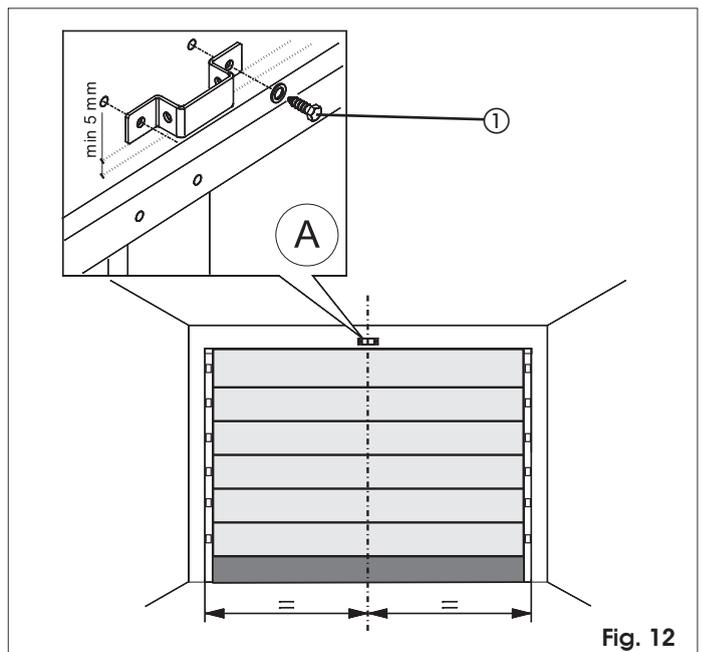

Fig. 12
- 1) Auf dem Sturz eine Linie anzeichnen, die mit der vertikalen Mittellinie des Tors übereinstimmt (Abb. 12).
- 3) Den Fixierbügel der vorderen Befestigung positionieren, wobei die Unterkante mindestens 5 mm über der Stelle, an der sich die Linien überschneiden, liegen und zur vertikalen Linie zentriert sein muss (Abb. 12). Für die korrekte Positionierung des Bügels zum Befestigungspunkt am Tor wird auf den Abschnitt 7.2 verwiesen.
- 5) Bohren und mit den Schrauben montieren (Bez ① Abb. 12) **NICHT** im Lieferumfang enthalten